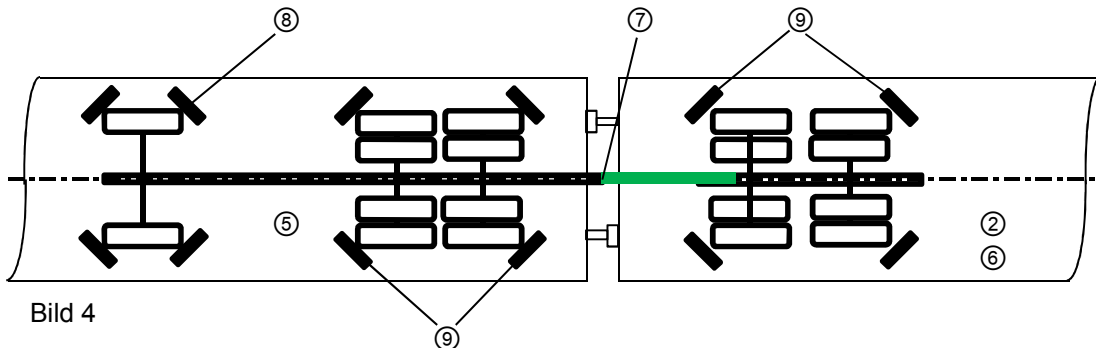

Bild 4
- ⑧ Jedes Rad/Zwillingsrad der Fahrzeuge muss mit zwei Radvorlegern gesichert werden (Bilder 3 und 4). Bei Fahrzeugen mit Doppelachse und bei Anhängerfahrzeugen mit Tandemachse erfolgt das Anlegen der Radvorleger jeweils außen nach Kreisnummer ③ (Bild 4).